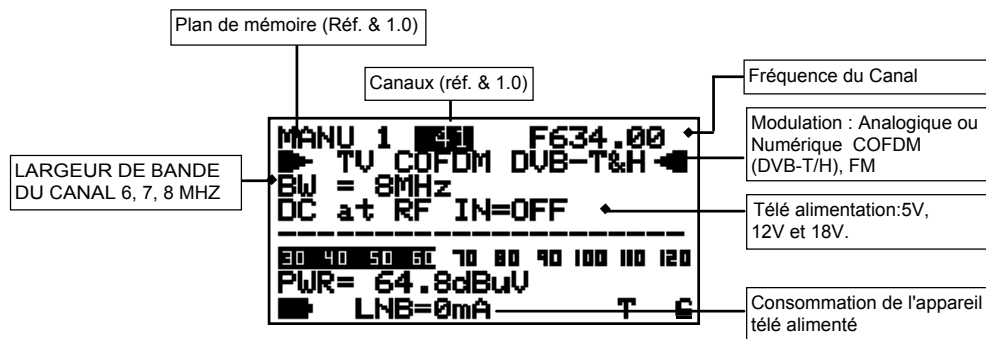

Fig. 4.1 Premier niveau de mesure relatif aux signaux numériques.
- 5) Il est possible de revenir au niveau de mesure 1 à n'importe quel moment en appuyant brièvement sur la touche POWER ON [23].on revient, alors, au premier niveau de mesures "HOME" (voir fig. 4.1)
- 5) Il est possible de revenir au niveau de mesure 1 à n'importe quel moment en appuyant brièvement sur la touche POWER ON [23]. on revient alors au premier niveau de mesures "HOME" (voir fig. 4.1)